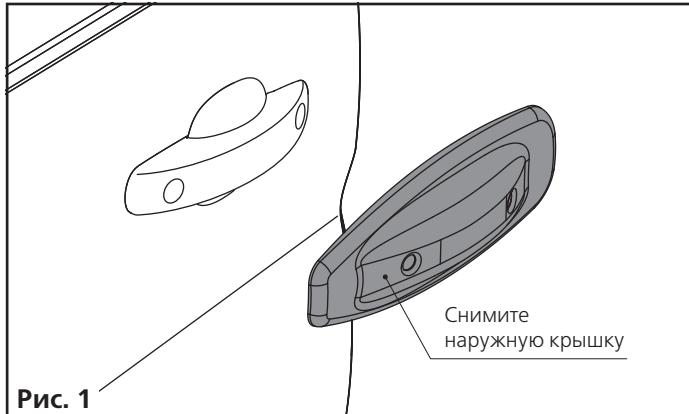

Рис. 1
1. Сорвите наружную крышку (рис. 1);
1. Откройте дверь вручную, открутив крышки ручек (рис. 1, 2).